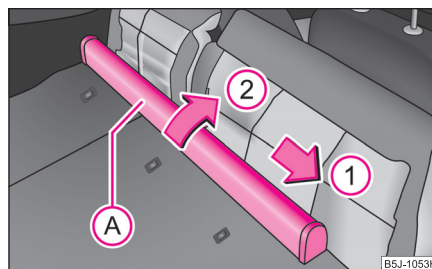

Fig. 77 Scaunele din spate: Carcasa peretelui despărțitor
- Împingeți carcasa peretelui despărțitor **A** ⇒ fig. 77 în sensul săgeții **1** și scoateți-o din locașul din spătarul scaunului din dreapta în sensul săgeții **2**.